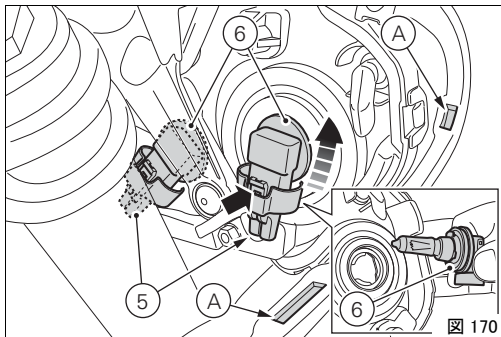
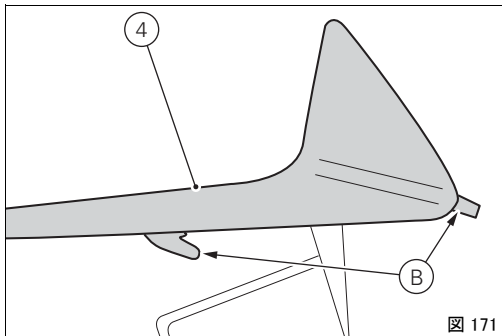

図 170
図 171
フェアリング上のリードをホール (A、図 170) から外すため後部を持ち上げながらブリッジ (4) を外します。ランプホルダー (6) からコネクター (5) を外します。溶断した電球とランプホルダーをいっしょに反時計回りに回し、取り外します。新しいランプと交換してください。
コネクター (5) を取り付け、注意しながらフェアリングのリード (B、図 171) をホール (A、図 170) に入れて下さい。